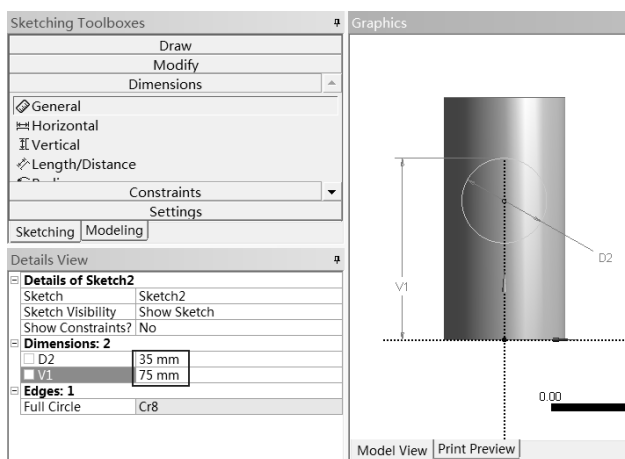

图 2-49 草绘
Step11: 去材料操作。与 Step7 相同，在 YZ 平面绘制如图 2-49 所示的圆，直径为 35mm，V1 (距离原点的竖直距离) 为 75mm，按 Enter 键确定。